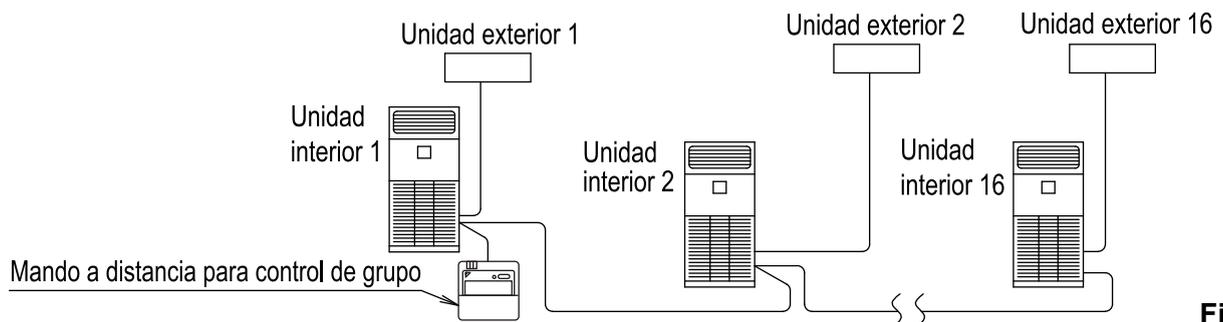

Fig. 36
- Cuando se utiliza como unidad de par, puede realizar controles de grupo de inicio/parada simultáneos de hasta 16 unidades con el mando a distancia. **(Refiérase a la Fig. 36)**